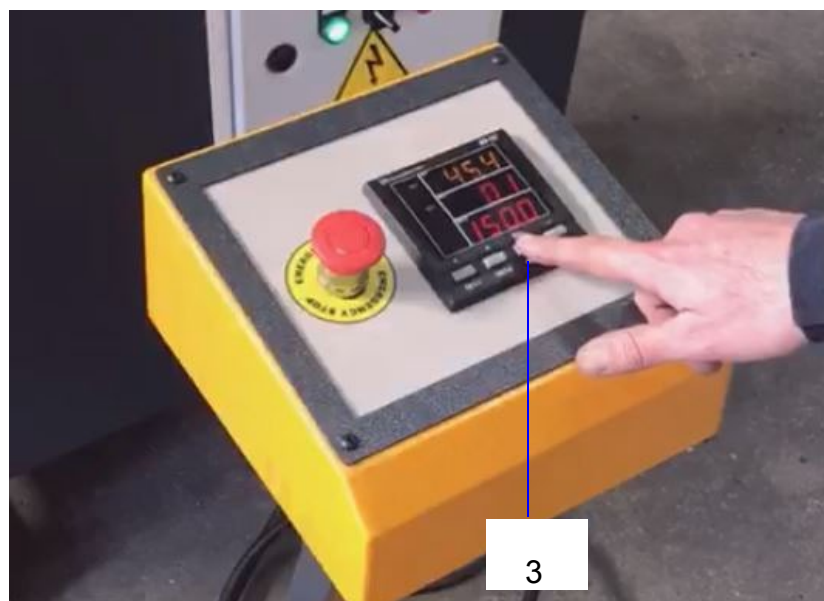

Fig. 13 : Bouton sur le panneau de contrôle
Étape 1 : Appuyez d'abord sur le bouton trois (Fig. 13).